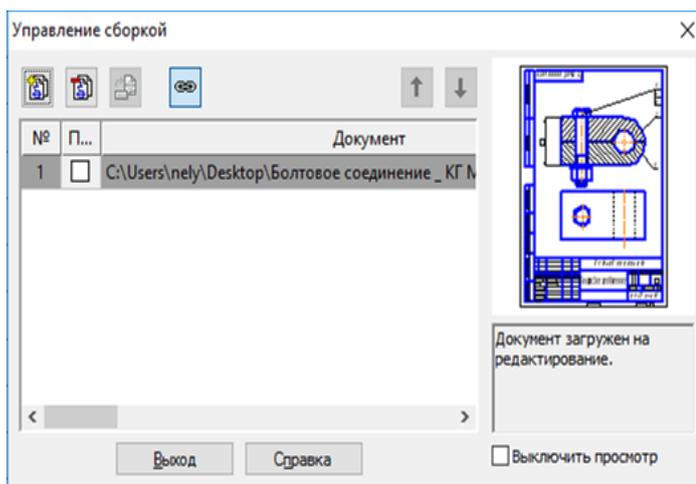

Рисунок 8.
19. Подключение сборочного чертежа. Нажмите кнопку  - **Управление сборкой** на инструментальной панели **Спецификация**. В окне управление сборкой нажмите кнопку  - **Подключить документ** (рисунок 8). В диалоге открытия файлов укажите файл сборочного чертежа и нажмите кнопку – **Открыть**. Подключенный документ отобразится в списке окна **Управление сборкой**. Нажмите кнопку- **Выход**.